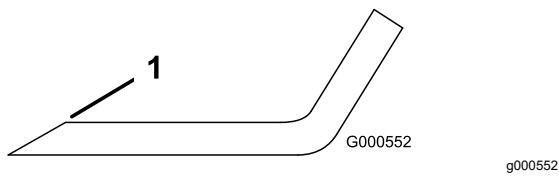

Bild 77
1. Schärfen Sie die Schnittkante an beiden Enden des Schnittmessers mit einer Feile (Bild 77).
**Hinweis:** Feilen Sie, wenn das Schnittmesser nicht ausgewuchtet ist, vom Flügelbereich des Messers etwas Metall ab (Bild 77).